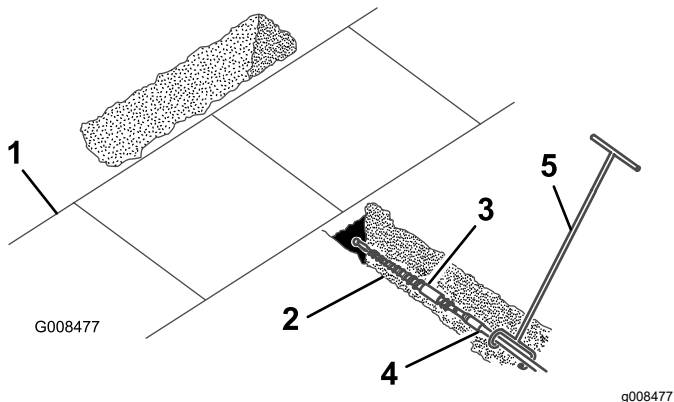

图 5
4. 将钻杆导向工具连接到钻头后面的钻杆上图 5。
5. 让人将钻头引导到沟渠右侧图 5 启动发动机将泵选择阀移至慢速位置仅限 200 和 300 系列主机然后将油门移至慢速和快速之间的中间位置向后拉辅助液压杆让钻头开始向前旋转。
6. 缓慢向前移动主机同时使用钻杆导向工具的人将钻头引导到土壤中图 5。